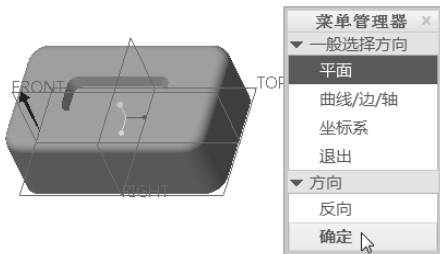

图 7-62 定义拖动方向
5) 定义混合拖动方向。在图形窗口中选择 TOP 基准平面，选择“确定”选项以接受默认的拖动方向，如图 7-62 所示。